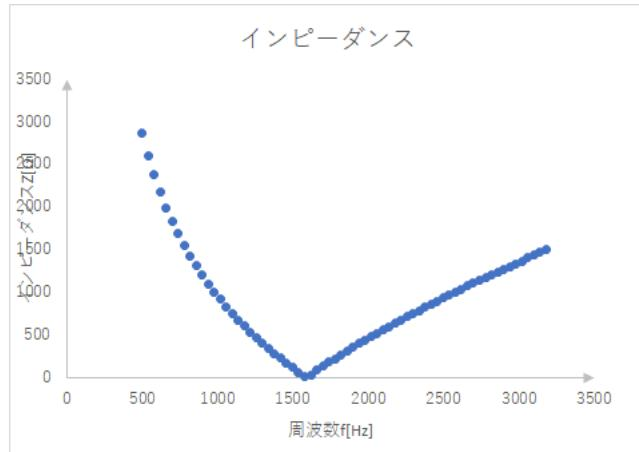

図 3: RLC 直列回路のインピーダンス
3.2.1で行った実験の結果を整理し、インピーダンス及び偏角を算出した。また、算出した値をグラフにしたものを作成したものをそれぞれ図3と図4に示す。さらに、インピーダンスの軌跡を複素平面に描画したものを作成したものを図5に示す。